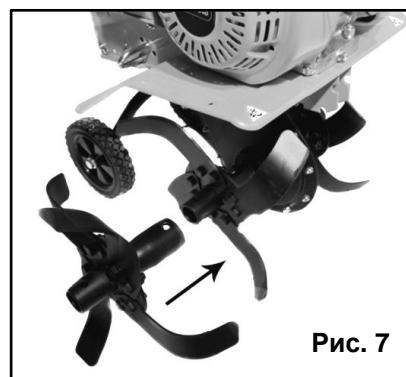

Рис. 7
- Для установки фрезы, наденьте фрезу на ведущий вал культиватора и закрепите ее с помощью стопорного пальца и шплинта (См. Рис. 7).